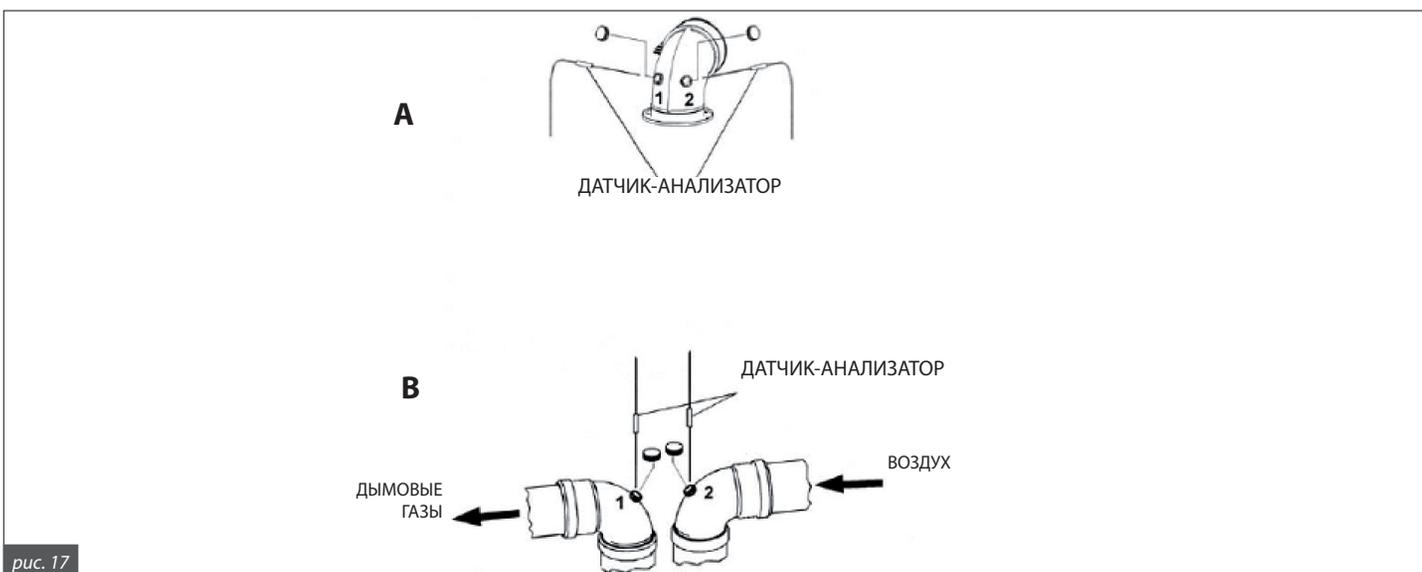

рис. 17
- Измерить температуру воздуха для горения через отверстие 1 (см. рис. 17 А для котлов с герметичной камерой сгорания, укомплектованных трубами со специальными отверстиями).
- Измерить температуру отходящих газов и содержание CO2 через отверстие 2 (см. рис. 17 А для котлов с герметичной камерой сгорания, укомплектованных трубами со специальными отверстиями).
- Измерить температуру воздуха для горения через отверстие 2 (см. рис. 17 В для котлов с герметичной камерой сгорания, укомплектованных трубами со специальными отверстиями).
- Измерить температуру отходящих газов и содержание CO2 через отверстие 1 (см. рис. 17 В для котлов с герметичной камерой сгорания, укомплектованных трубами со специальными отверстиями).